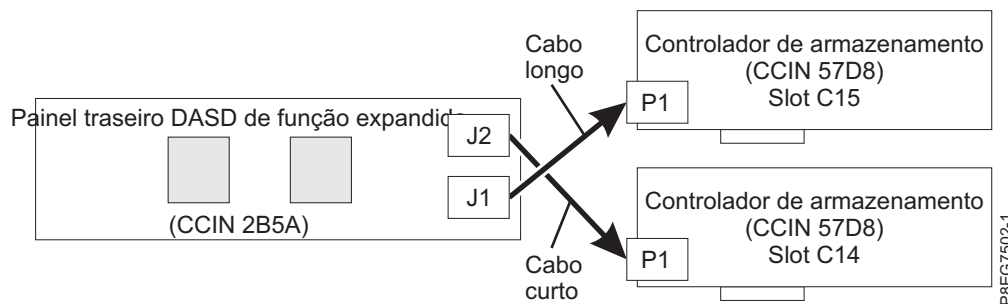

Figura 22. Reconectando o cabo SAS em uma configuração de função expandida
- O cabo SAS longo conecta o conector do painel traseiro da unidade de disco inferior (J1) ao conector P1 no adaptador interno SAS RAID no slot P1-C15. Veja a Figura 22.